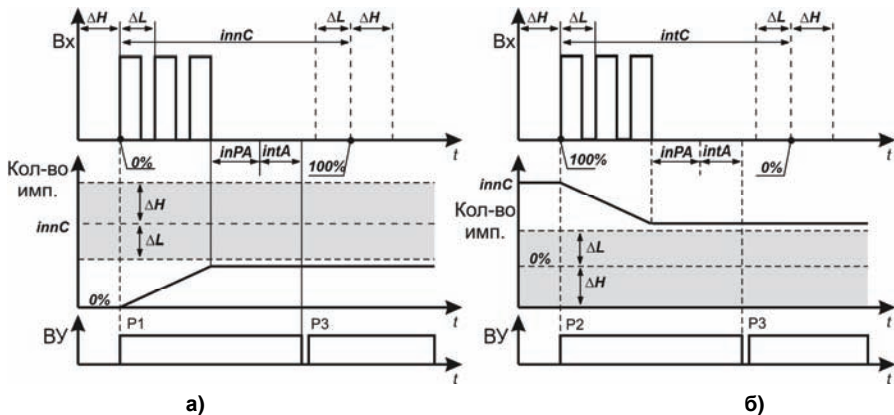

Рисунок 3.8
- заклинивание вала электропривода (перегрузка) происходит, если с момента старта задвижки прошло время **ints**, а значение счетчика не достигло значения, заданного в **innL** (**innC**), и период следования импульсов, установленный в параметре **inPA**, превышен в течение времени **intA** (см. рисунок 3.8, а – для открытия, б – для закрытия, $\Delta L = innC - innL$, $\Delta H = innH - innC$);